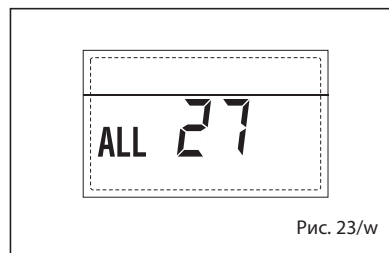

Рис. 23/w
– **АНОМАЛИИ ПОСЛЕДОВАТЕЛЬНОЙ ВХОД (S3) ТОЛЬКО В СИСТЕМЕ 7 “ТРЕВ 28” (рис. 23/y)**